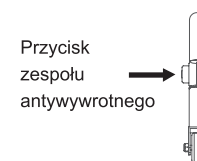

Rysunek 5.7
- Pchnij ręką dźwignię blokady do wewnątrz. Blokowanie jest sygnalizowane „kliknięciem”, jak widać na rys. 5.7 i 5.8.